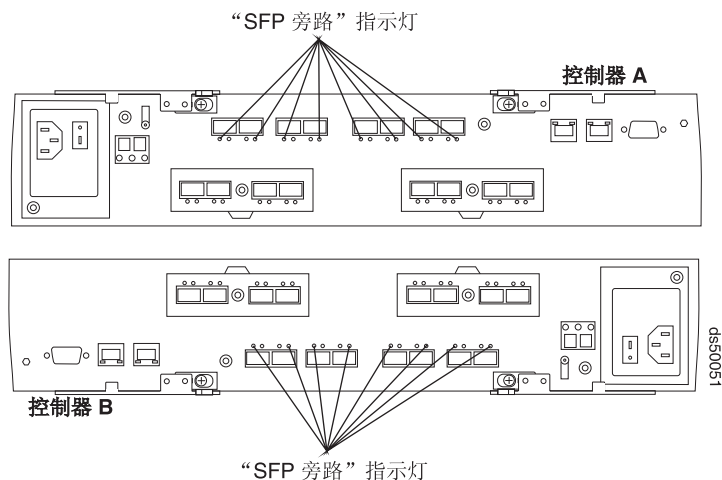

图 137. “需要注意”和“SFP 模块旁路”指示灯
3. 通过检查控制器上的“SFP 旁路”指示灯和“需要注意”指示灯查找出故障的 SFP 模块。如果检测到故障, 那么指示灯亮起。第 206 页的图 137 显示了控制器上“SFP 旁路”指示灯和“需要注意”指示灯的位置。
第 206 页的图 137 显示了控制器上控制器 SFP+ 端口链接指示灯和“需要注意”指示灯的位置。